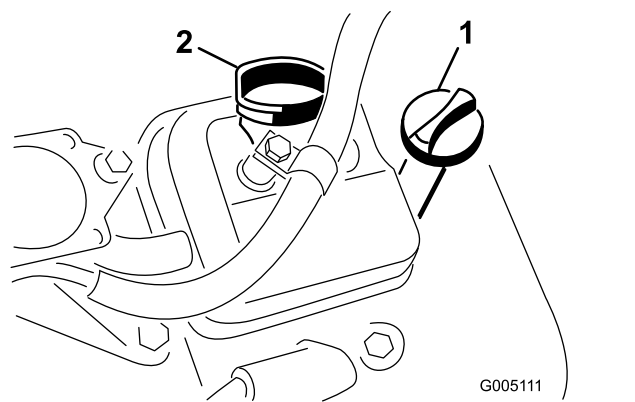

Figura 26
3. Inserite l'asta di livello nel relativo tubo e avvitatela nel tubo (Figura 26).